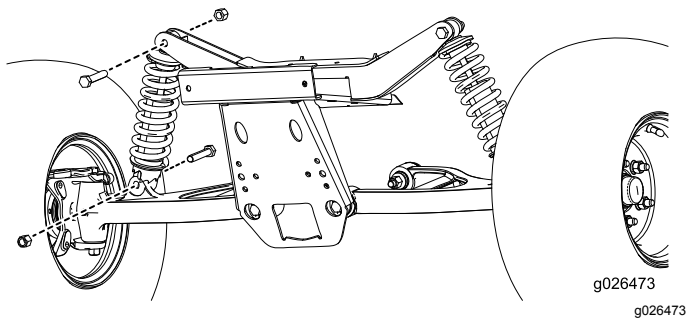

Bild 2
2. Entfernen Sie die derzeitigen Stoßdämpferelemente, wie in Bild 2 dargestellt.